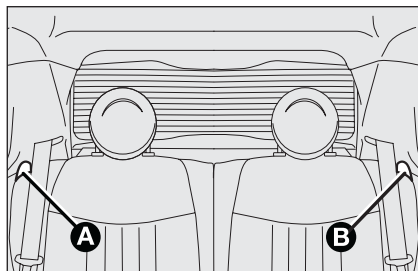

fig. 53
- ☐ actionner les leviers **A** ou **B**-fig. 53 pour débloquer respectivement la partie gauche ou droite du dossier et replier le dossier sur le coussin.
- ☐ actionner les leviers **A** et **B**-fig. 53 pour débloquer les dossiers et les replier sur les coussins.